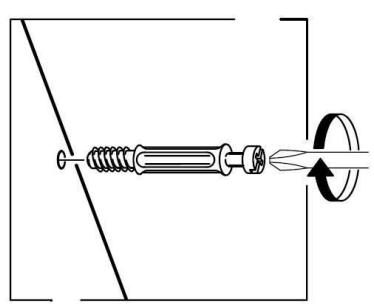
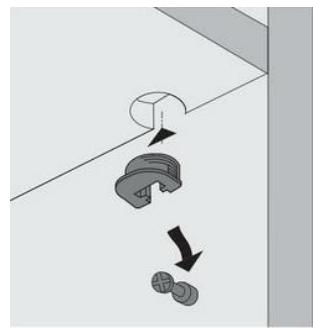

Рис. 1
Рис. 2
1. В боковые стенки (61), (62), перегородку (63), горизонтальные щиты (65), (66), планку жесткости (95) в имеющиеся отверстия установить эксцентрики таким образом, чтобы стрелка была повернута в сторону отверстия в торце.
В установленные муфты эксцентриковых стяжек на боковых стенках (61), (62), перегородке (63), крышке (60), ввернуть дюбели DU 644, в соседние отверстия установить шканты (рис.1).
2. Установить монтажные планки петель на боковые стенки (61), (62) с помощью комплектных винтов.
3. Установить дюбели полкодержателей в требуемый ряд отверстий на боковой стенке (61) и перегородке (63). На полки (67) установить врезные полкодержатели (рис.2).
5. На боковые стенки (61), (62) установить направляющие ящиков шурупами 6,3x10,5мм. Первое отверстие на щите должно совпасть с третьим отверстием на направляющей.
6. В отверстие диаметром 5мм у передней кромки крышки (60) установить упор для двери (полкодержатель в рубашке). Также на крышку установить штангу шурупами 3,5x13мм.
7. В усовые гайки на нижнем щите (64) ввернуть опоры. На нижние торцы опор наклеить фетровые подпятники.